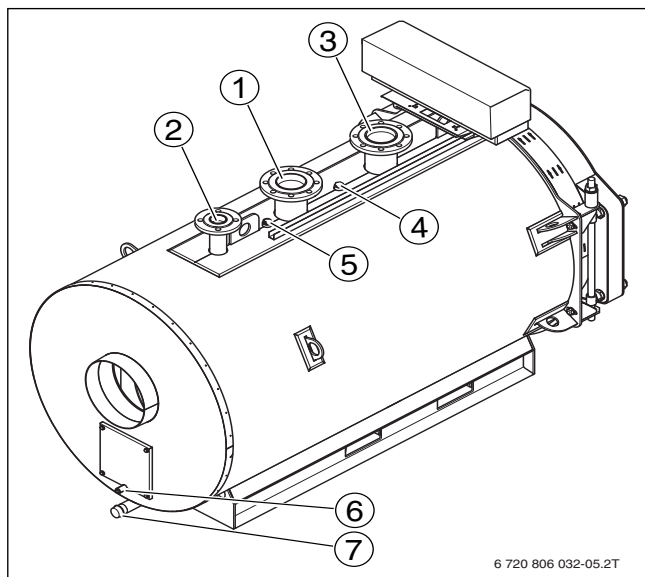
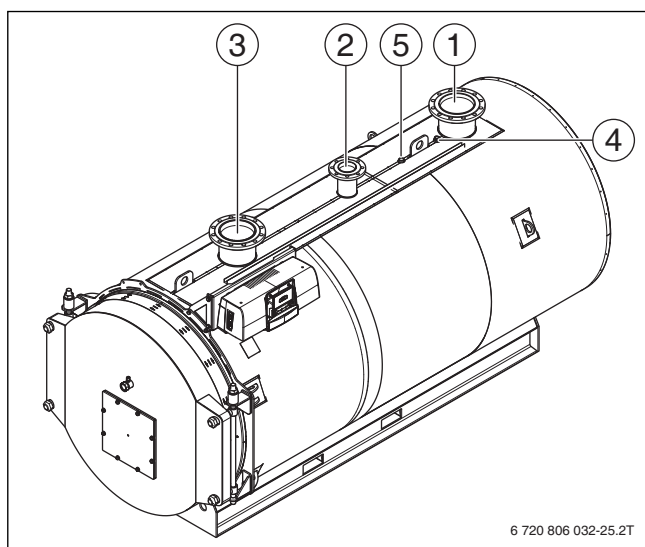

Рис. 14 Котёл Logano 120 - 820 кВт (слева = задняя сторона котла)
Рис. 15 Котёл Logano 1040 - 1850 кВт (слева = передняя сторона котла)
- ▶ Подсоедините обратную линию системы отопления к месту её подключения на котле (→ рис. 14 и рис. 15, стр. 17, [3]).
- ▶ Подсоедините подающую линию системы отопления к месту её подключения на отопительном котле (→ рис. 14 и рис. 15, [1]).
- ▶ Закрепите предохранительный клапан четырьмя винтами на подключении подающей предохранительной линии VSL (→ рис. 14 и рис. 15, [2]).